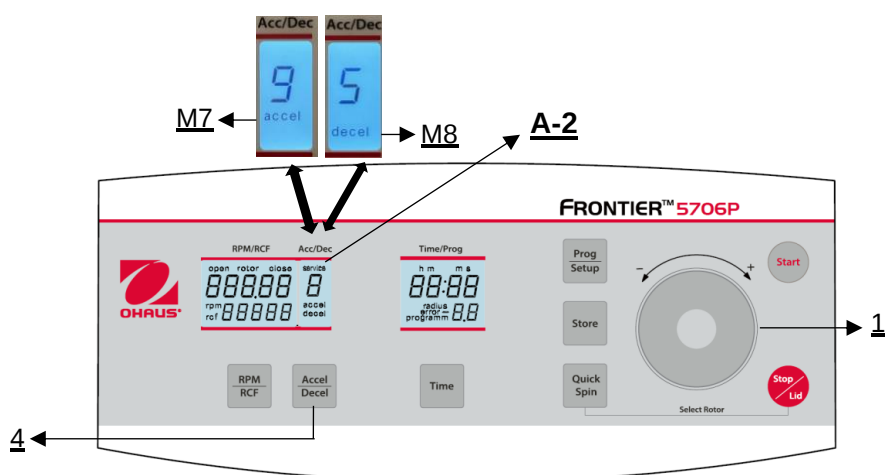

Figura 19
Questa funzione viene attivata tramite il tasto **"Accel/Decel"** (4) (vedere Figura 19).